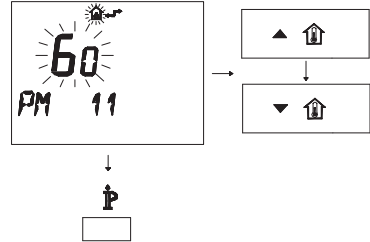

Figura 5.58
- Per modificare il SET programmato agire sui pulsanti ▲/⬆️ o ▼/⬆️ e aspettare che il numero programmato cominci a lampeggiare (Figura 5.58). Ogni passo incre-